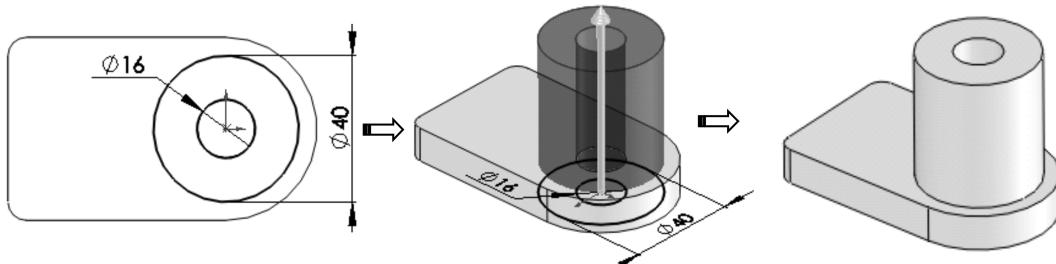

图 1-75 创建阀体支承部分
- 04 使用【拉伸凸台/基体】工具，选择底座上表面作为草绘平面，并创建出拉伸深度为【56】的阀体支承部分特征，如图 1-75 所示。